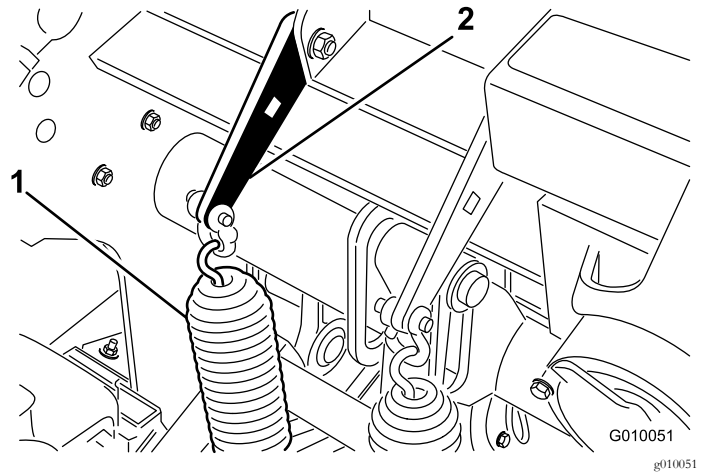

图36
2. 松开将弹簧支架固定到打孔头上的机架螺栓和螺母 图36。不要卸掉螺栓和螺母。